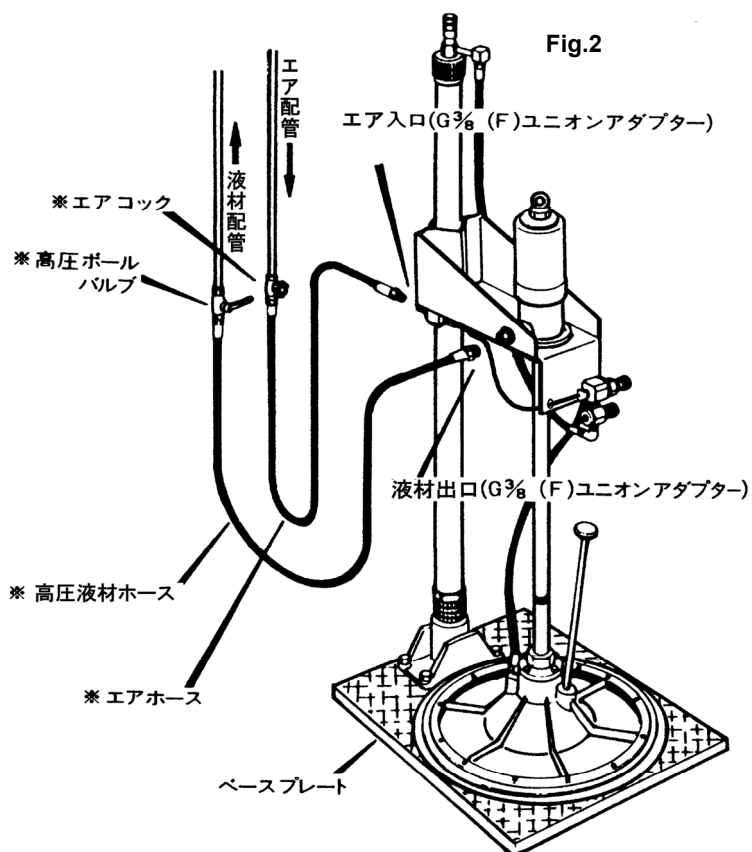

Fig.2
- 3) ユニットのエア入口に、エアホース（別売品）を接続します。エアホースは、エア配管または直接エアコンプレッサーに接続しますが、この接続部にはエアコックを取り付けておくとう便利です。（Fig.2）